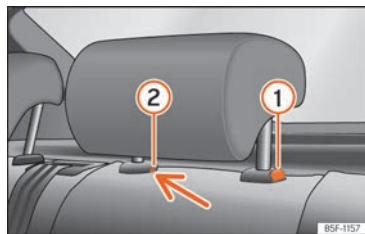

Fig. 121 Apoyacabezas trasero: desmontaje.
- Pulse la tecla »» fig. 121 ①, apretando a la vez por el orificio del seguro ② con un destornillador plano de máximo 5 mm de anchura y retire el apoyacabezas.